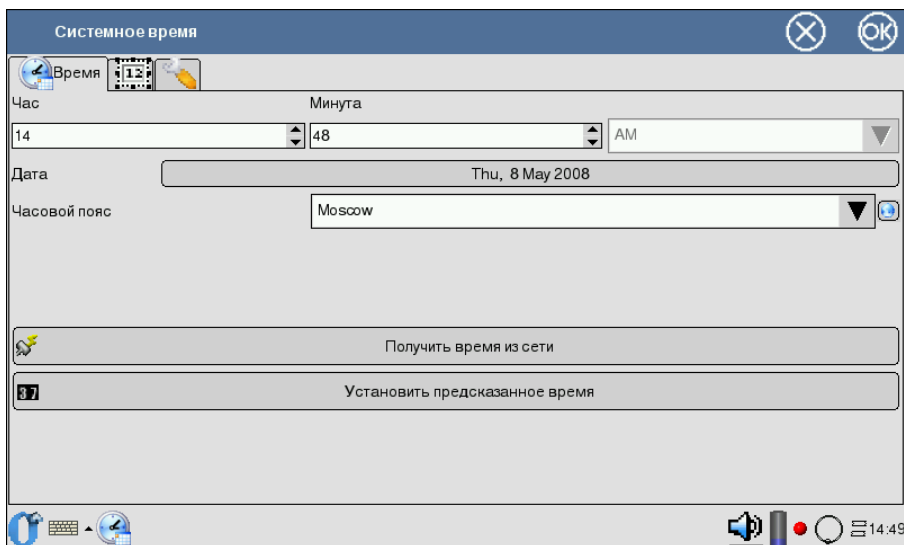

Рис. 14.7. Настройка системного времени
- текущему времени (при нажатии на значок появляется меню для настройки времени (см. рис. 14.7)).